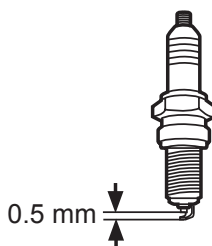

Fig. 31
- > Vérifiez l'écartement de la bougie. Il doit être de 0,5 mm (fig. 31).